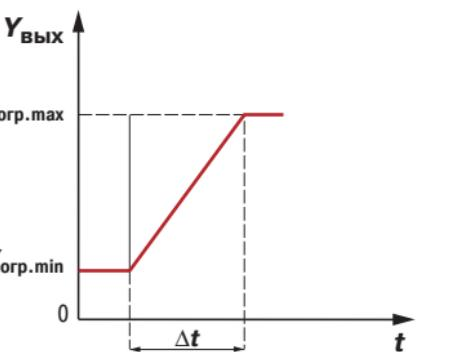

Рис. 10
– скорости изменения $V_{\text{огр}} = \frac{Y_{\text{огр},\text{max}} - Y_{\text{огр},\text{min}}}{\Delta t}$ (**рис. 10**), используемые для ограничения управляющего воздействия на объект.